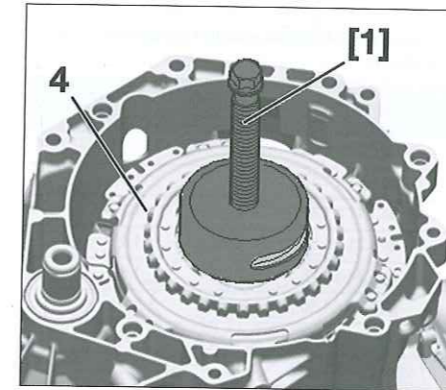

Fig. 4
- Desmontar el embrague (4), con ayuda del útil de extracción [1] (Fig.4).